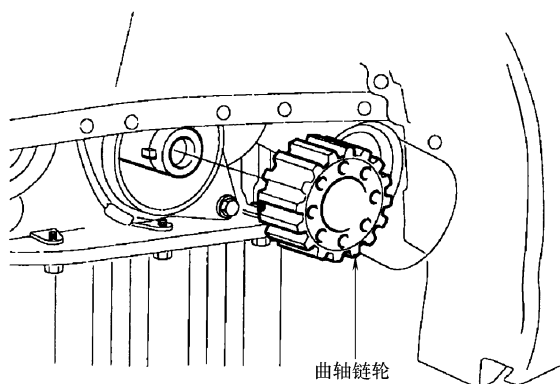
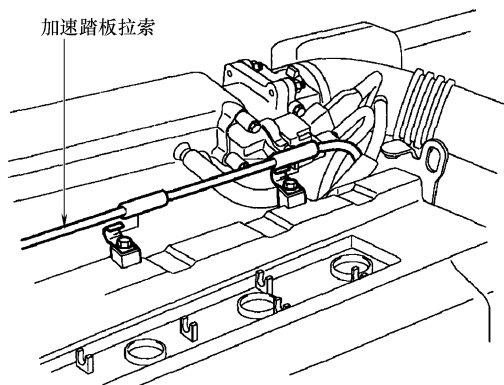

图 31-15 拆卸曲轴链轮
图 31-16 加速踏板拉索
17) 如图 31-15 所示, 拆卸曲轴链轮。
① 拆卸火花塞配线。
② 如图 31-16 所示, 从气缸盖罩上拆下加速踏板拉索。
4) 参照图 31-16, 安装加速踏板拉索。
6) 参照图 31-15, 安装曲轴链轮。